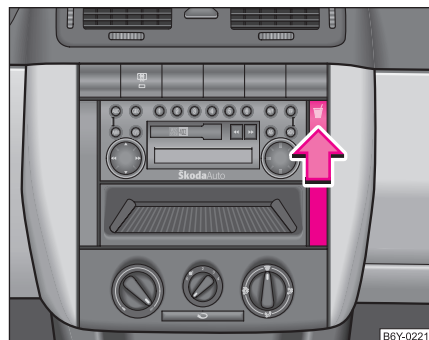

Abb. 67 Schalttafel:
- Drücken Sie auf das Symbol  in Pfeilrichtung → Abb. 67, der Getränkedosenhalter kommt heraus und öffnet sich.